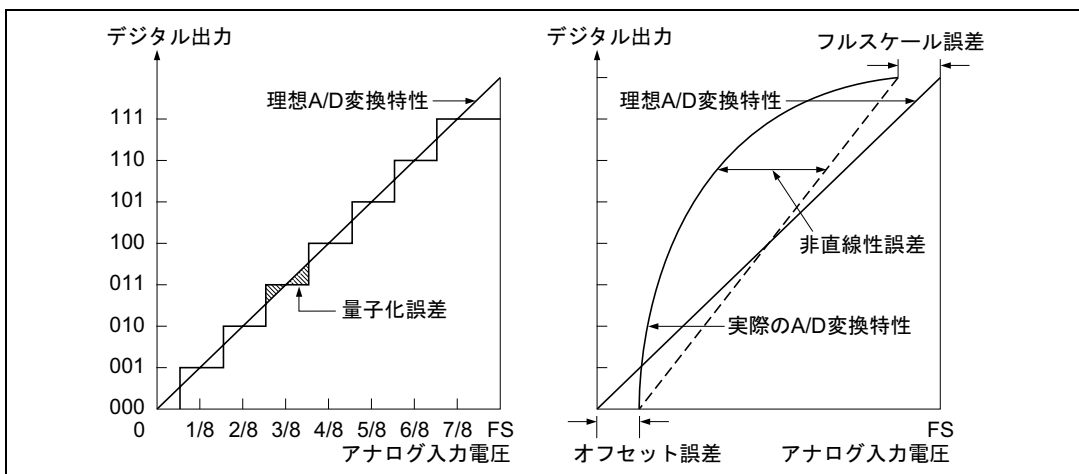

図 17.10 A/D 変換精度の定義
- ・ オフセット誤差 … デジタル出力が最小電圧値000000000から000000001に変化する時のアナログ入力電圧値の理想A/D変換特性からの偏差。ただし、量子化誤差を含まない(図17.10)。
- ・ フルスケール誤差 … デジタル出力が111111110から111111111に変化する時のアナログ入力電圧値の理想A/D変換特性からの偏差。ただし、量子化誤差を含まない(図17.10)。
- ・ 量子化誤差 …………… A/D変換器が本質的に有する誤差であり、1/2LSBで与えられる(図17.10)。